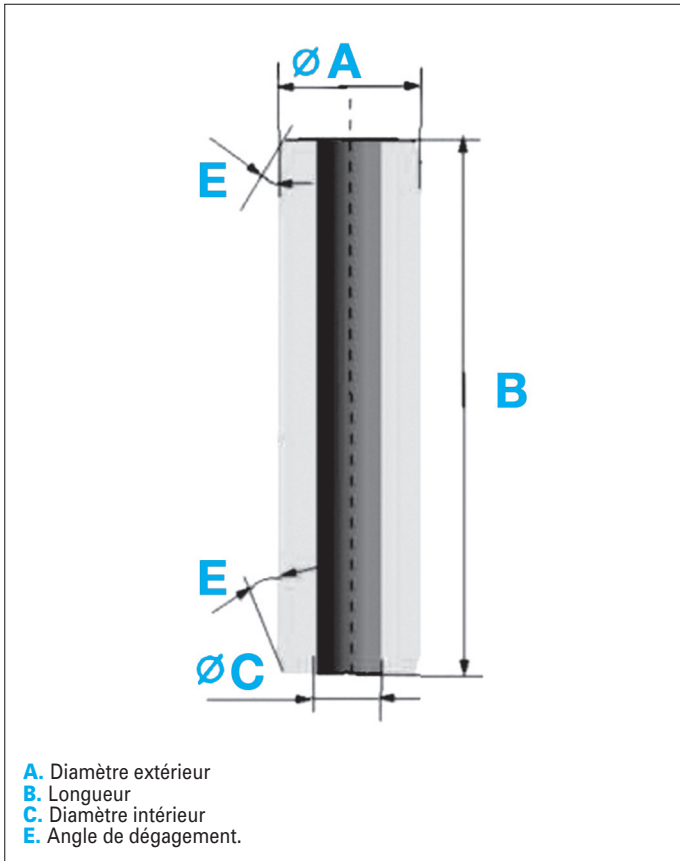

Fig. 3
Diamètre extérieur (A) (Fig.3) (cote origine) : 10,535 mm.